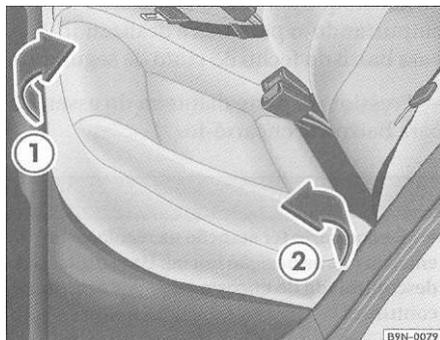

Fig. 67 Rebatimento do assento do banco traseiro
- Puxe o assento pela parte da frente => fig. 67 © no sentido da seta, para cima.